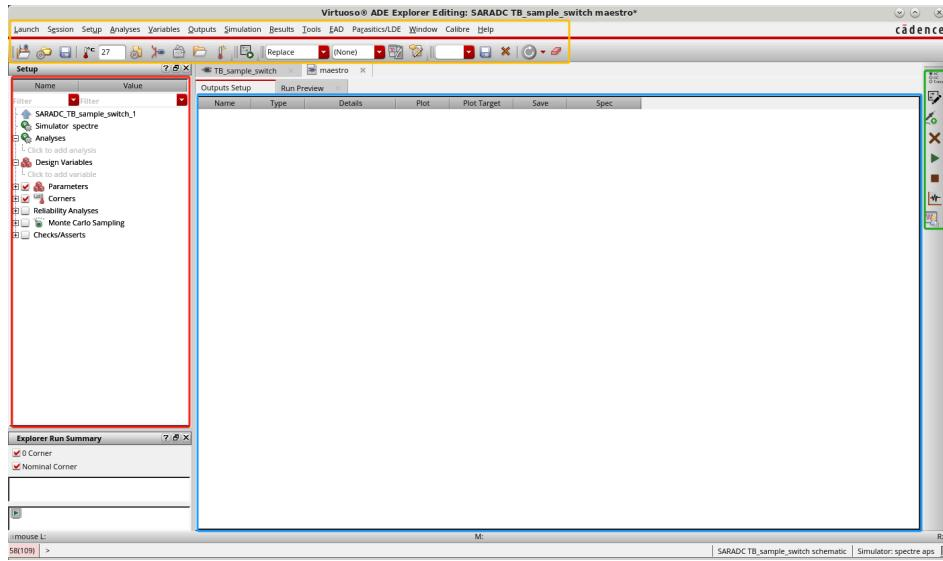

图 44 ADE Explorer
3. 新创建的 ADE Explorer 界面如图 44 所示。其中红框部分为仿真设置区域，蓝框部分为仿真结果区域，绿框部分为仿真控制区域，黄框部分为工具和菜单栏。
3. 在 ADE Explorer 界面中，鼠标左键单击图 44 红框中 Analyses 栏下的 Click to add analysis。
4. 在 ADE Explorer 界面中，鼠标左键单击图 44 黄框中的 Outputs -> To Be Plotted -> Select On Design。
1. 在 ADE Explorer 界面中，鼠标左键单击图 44 绿框中的运行仿真按钮 。如图 53 所示的仿真 log 窗口弹出，仿真开始运行。